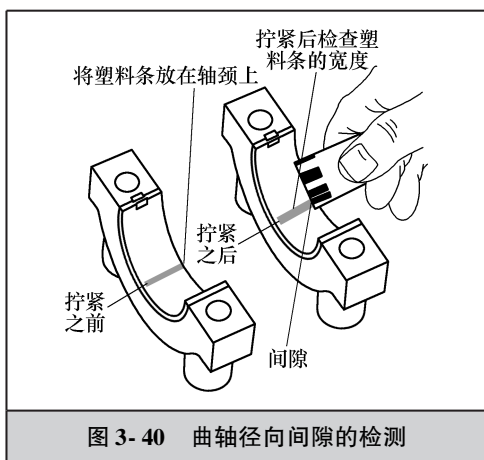

图 3-40 曲轴径向间隙的检测
(2) 径向间隙的检查与调整 曲轴的径向间隙可用塑料塞尺检查, 如图 3-40 所示。